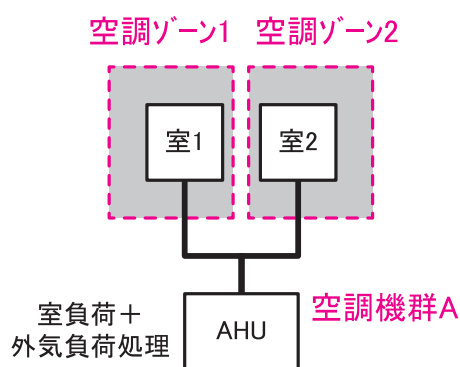

図 2-2-2 内壁で区切られた複数の室を同一の空調機群で空調する場合
- ・内壁で区切られた複数の「室」を同一の空調機群で空調する場合は、これらの室は別々の「空調ゾーン」であるとする。(図 2-2-2 「内壁で区切られた複数の室を同一の空調機群で空調する場合」)